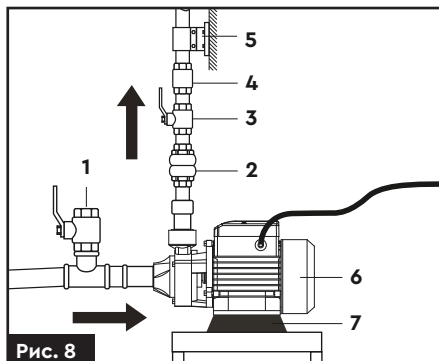

Рис. 8
4. Для полегшення проведення робіт по технічному обслуговуванню насоса, рекомендується на напірному трубопроводі встановити кульовий кран (3) (рис. 8), а також зворотній клапан, (4) (рис. 8) між краном і напірним патрубком насоса.
5. При стаціонарному використанні насоса, рекомендується закріпити його на опорній поверхні з використанням гумових прокладок (7) (рис. 8) або інших антивібраційних матеріалів.
6. Для зниження вібраційного шуму, з'єднання з жорсткими трубопроводами треба здійснювати за допомогою компенсаторів (2) (рис. 8) або гнучких труб.
7. Для зниження шуму рекомендується встановити на напірному трубопроводі опору (5) (рис. 8).